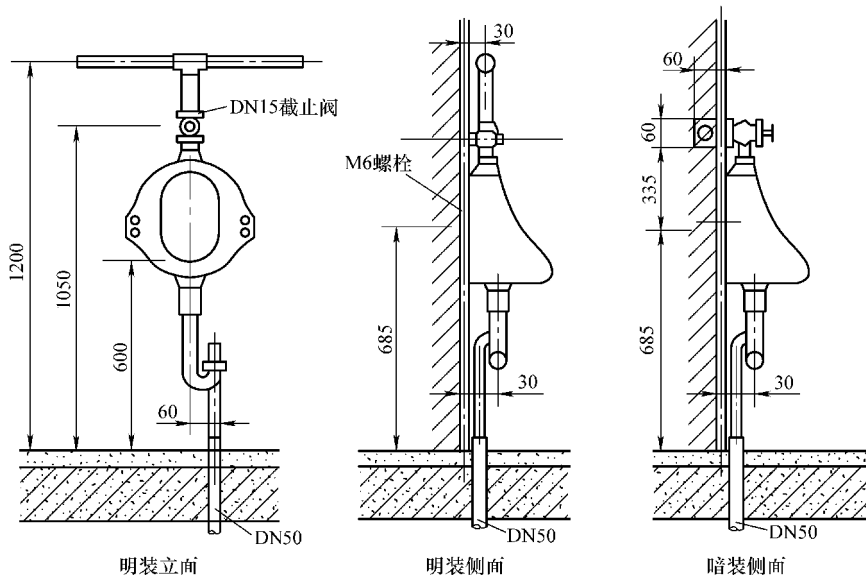

图 2-50 挂式小便器的安装
2) 小便器。小便器设于公共建筑的男厕所内，有挂式、立式和小便槽三种。挂式小便器的安装如图 2-50 所示。